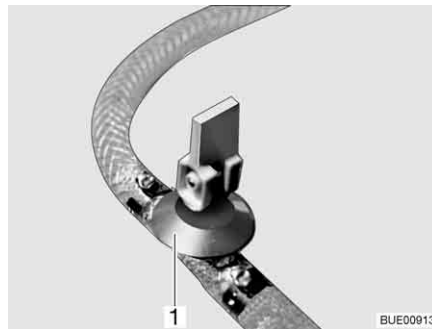

Bild 176 Avtappningskran
- Stäng avtappningskranen/avtappningskranarna. Ställ vipparmen (Bild 176, 1) i vågrätt läge.
- Öppna avtappningskranen/avtappningskranarna (Bild 176). Ställ vipparmen (Bild 176, 1) i lodrätt läge. Varmvattenberedaren töms utåt.